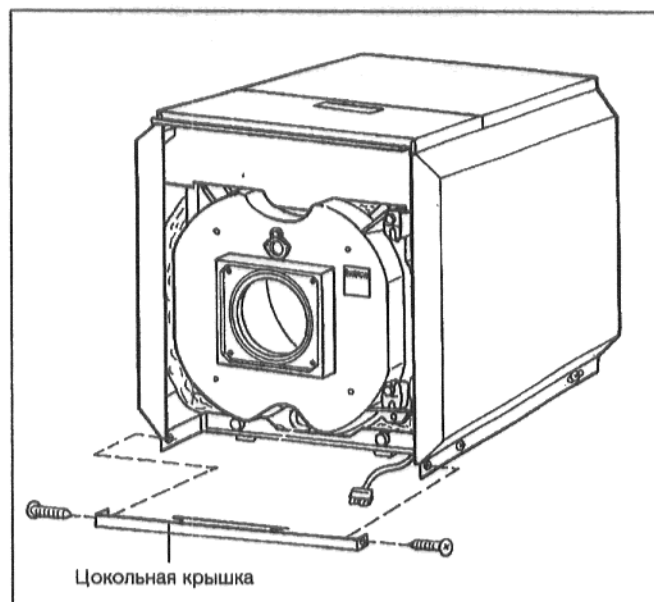

Рис. 33
- Надеть цокольную крышку на нижние окантовки боковых стенок и привинтить сбоку винтами для листового металла (Рис. 33).